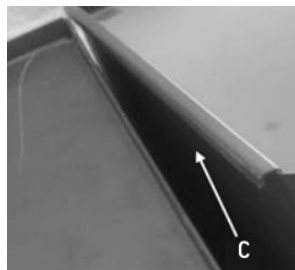

fig. 1
2. À l'aide du verrou (A), fixez tous les tiroirs (B) en vous assurant qu'ils sont vides.
- c. Repérez et identifiez le bord recourbé (C) sur le coffre à outils latéral à 6 tiroirs de 14 1/2 po (fig. 1).